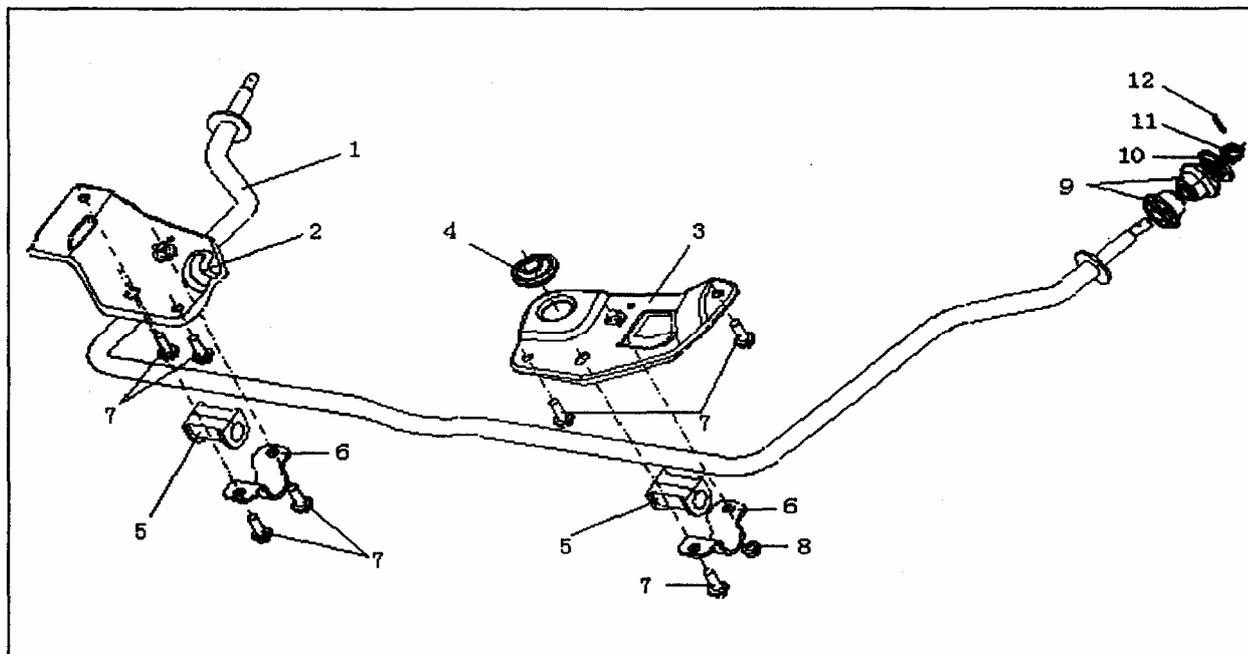

Рис. 503
- 4) Отсоедините стабилизатор от рычагов подвески как показано на рисунке (Рис. 503).